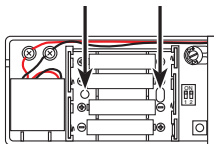

Figura 6
- **Montaje con tornillos:** Para montar con tornillos, retire temporalmente las baterías y coloque el extensor de la campanilla contra la superficie de montaje y marque los dos orificios para los tornillos. Taladre dos orificios guía de 3/16" e inserte anclas de expansión de pared. Alinee los orificios en el extensor de la campanilla con anclas de expansión para pared e inserte dos tornillos (vea la Figura 6). Apriete de forma segura y reemplace las baterías y la cubierta.